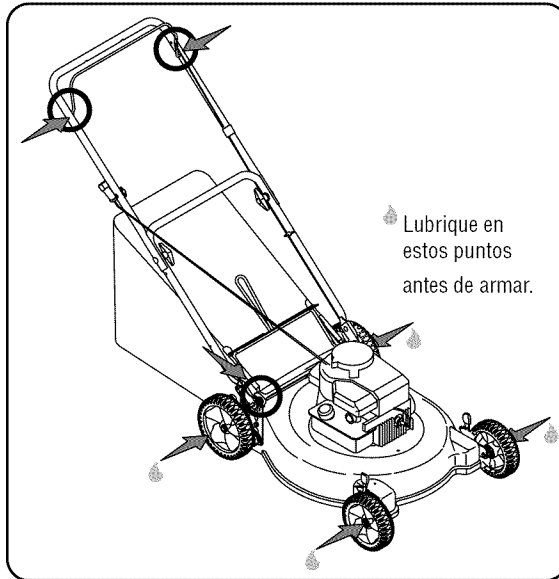

Figura 3
1. Lubrique con aceite ligero los puntos de pivote de la manija de control de la cuchilla al menos una vez cada estación. El control de la cuchilla debe funcionar libremente en ambas direcciones. Ver la Figura 3.
2. Lubrique las ruedas por lo menos una vez por temporada con aceite ligero o aceite para motor. Sin embargo, si las ruedas se quitan por cualquier razón, debe lubricar la superficie del perno del eje y la superficie interna de la rueda con aceite ligero. Ver la Figura 3.
3. Lubrique el resorte de torsión y los puntos cruciales del deflector del canal con aceite ligero una vez por temporada para prevenir la oxidación. Ver la Figura 3.